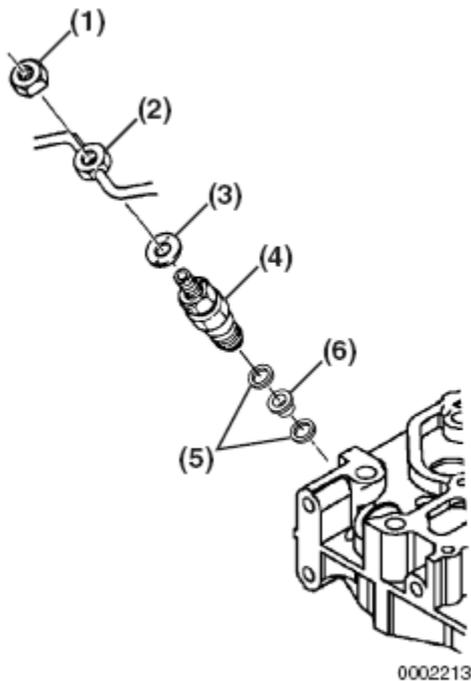

Figure 7-31
6. Remover os anéis de vedação do bico injetor (**Figure 7-31, (5)**) e protetor (**Figure 7-31, (6)**) do cabeçote.